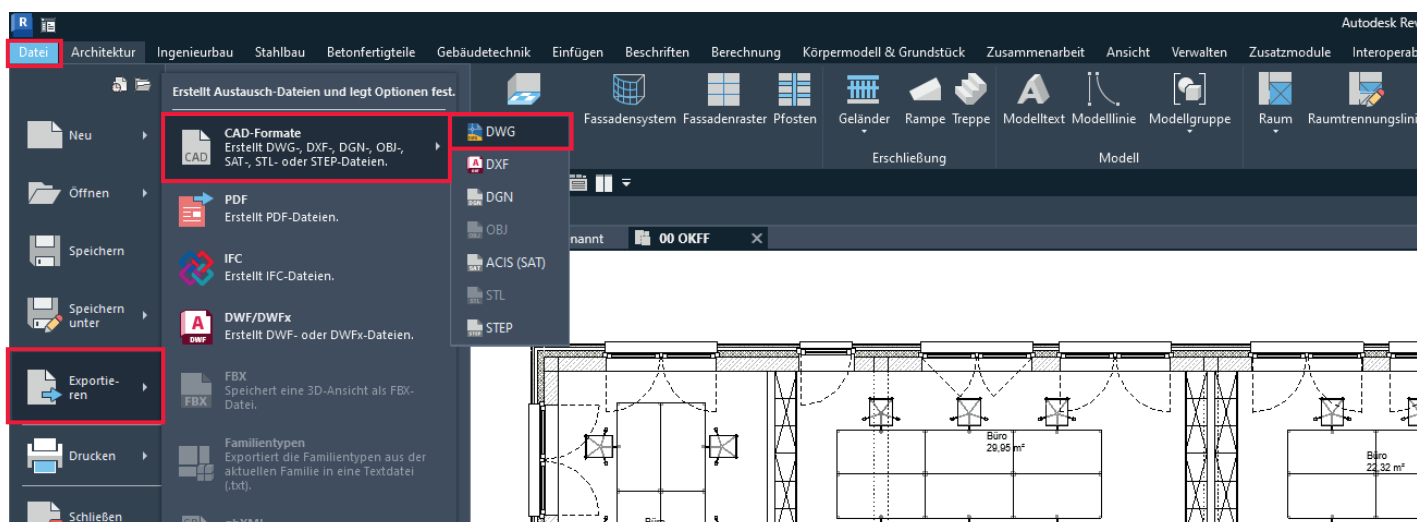

Abb.15: DWG-Export öffnen
- Navigieren Sie zu **Datei > Exportieren > CAD-Formate > DWG**. (Abb.15)